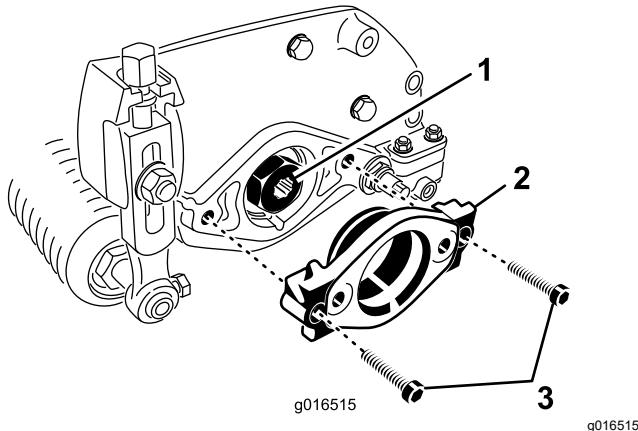

图 7
2. 拆下将马达支架固定到滚刀组左端的 2 个内六角螺栓。拆下马达支架 (图 7)。
3. 向传动轴花键的内径涂抹润滑脂 (图 7)。
4. 在滚刀组左端的 O 形圈上涂抹一薄层润滑脂用之前拆下的 2 个内六角螺栓安装马达支架 图 7。上紧螺栓扭矩至 $1620\text{N}\cdot\text{m}$ 。